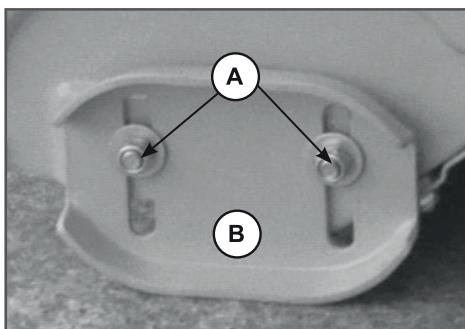

Рис. 27
2. Ослабьте гайки крепления полозка (A), Рис. 27) и установите полозок (B) на необходимую высоту. Снова затянните гайки.